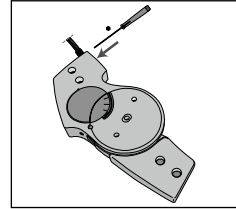

Fig. 8
7. Løsne sikkerhetsskruen på siden av leddet, to omdreininger er nok (**se fig. 8**). Ikke fjern skruen fra leddet.
18. Stram sikkerhetsskruen tilbake i leddet (se fig. 8).